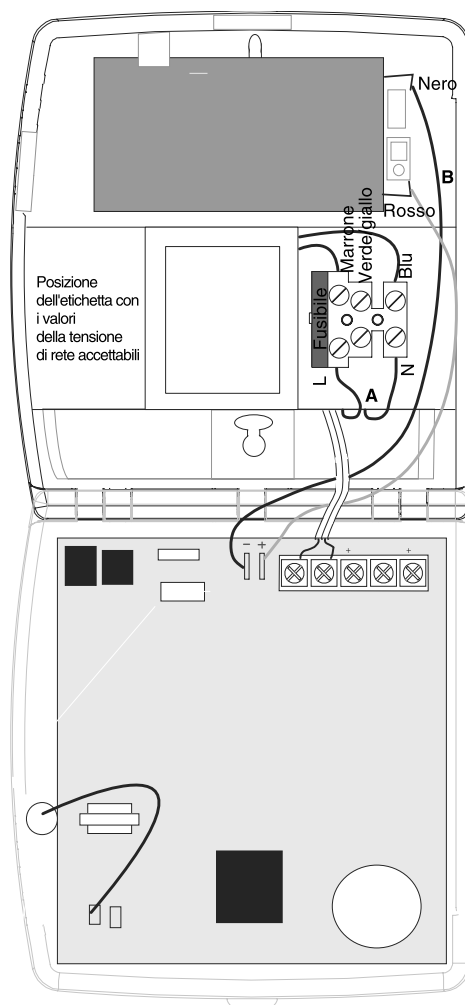

Figura 11. Collegamento e applicazione della tensione di alimentazione
La centrale di allarme deve essere collegata alla tensione di rete di 220-240 V, 50 Hz. I valori limiti della tensione di rete sono indicati in una etichetta applicata all'interno della centrale di allarme (vedere Figura 11).
2. Collegare i fili della tensione alternata di alimentazione come descritto precedentemente e come illustrato in Figura 11 (A).
3. Installare e collegare la batteria di riserva (B in Figura 11).